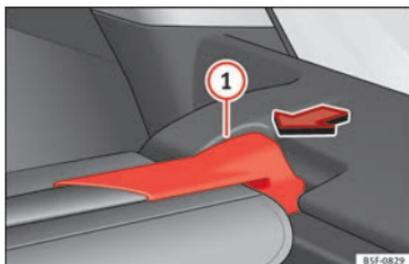

Abb. 162 Im Kofferraum: Hutablage ausbauen.
- Drücken Sie die Aufhängung der Gepäckraumabdeckung » **Abb. 162** ① in Pfeilrichtung.
- Lassen Sie die Aufhängung der Gepäckraumabdeckung » **Abb. 162** ① in der rechten Aufnahme einrasten.
- Prüfen, dass der Träger » **Abb. 162** ① eingerastet ist.